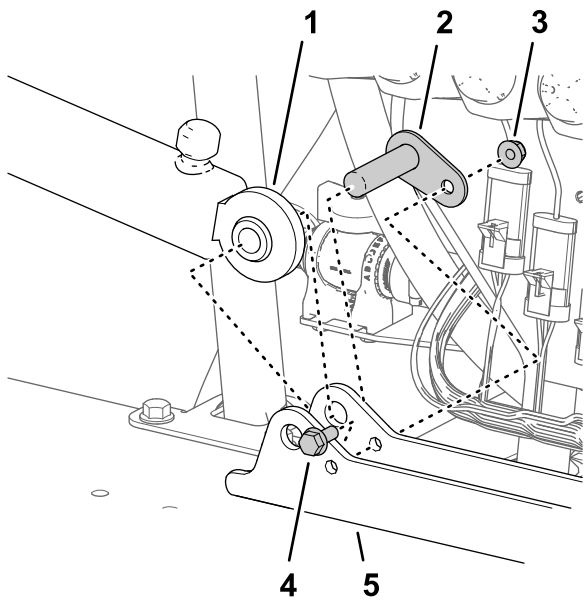

Figura 115
1. Alinee el extremo fijo del cilindro de elevación que retiró en el paso 3 de Retirada de los cilindros de elevación \(página 21\) al orificio de 16 mm del soporte de los cilindros (Figura 115).
- Sujete el cilindro al soporte de los cilindros con el pasador de giro, el perno con arandela prensada y una tuerca de arandela prensada (Figura 115).